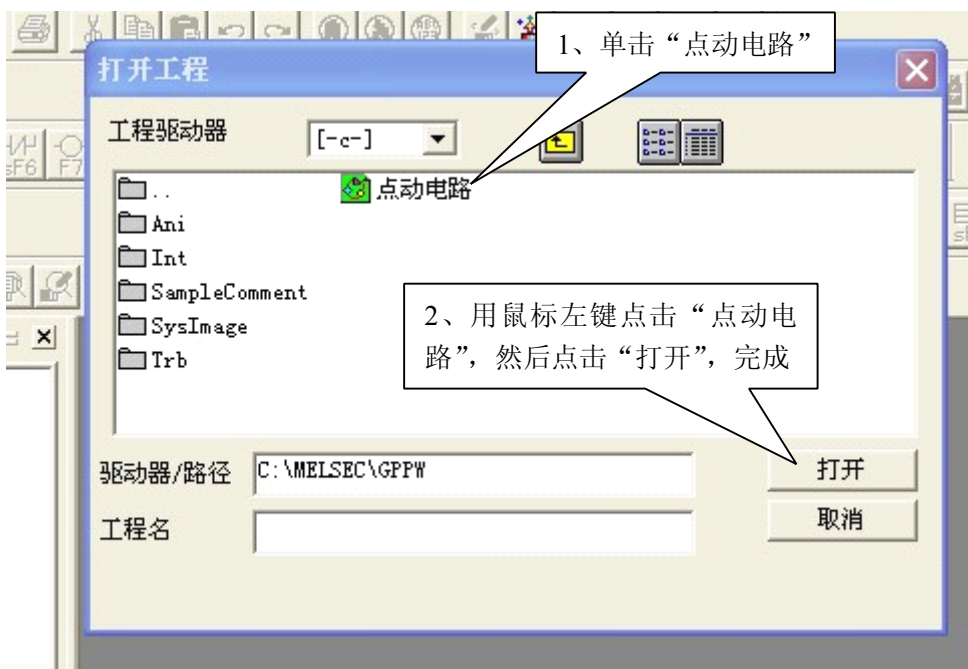

图 4-17 打开工程
进入“三菱 Gx-Developer”PLC 编程软件，用鼠标左键点击菜单栏“工程”弹出子菜单再点击“打开工程 (O)”进入下图 4-17